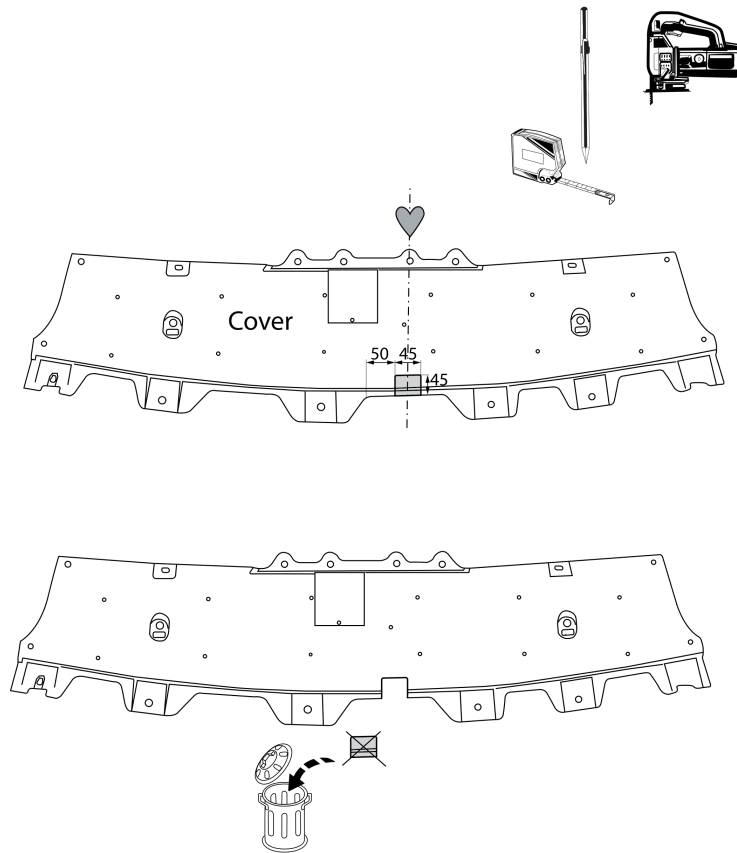

Fig. 3
8. Выпилить часть из закрывающей пластины, как указано на рис. 3.